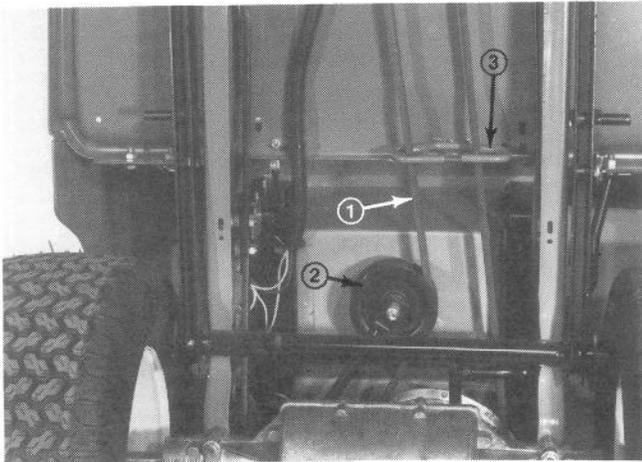

Abbildung 27
3. Etwas vor den Hinterrädern unter den Aufsitzmäher greifen und die Mittläufergruppe fassen (Abb. 27), die Gruppe anziehen, um den Riemen zu entspannen und den Riemen von der Riemenführung und der Mittläuferscheibe entfernen (Abb. 27).